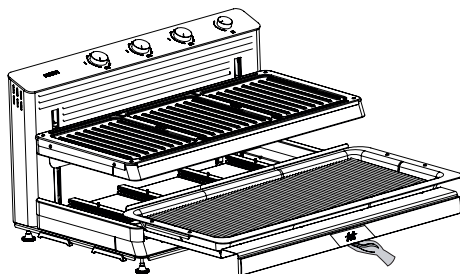
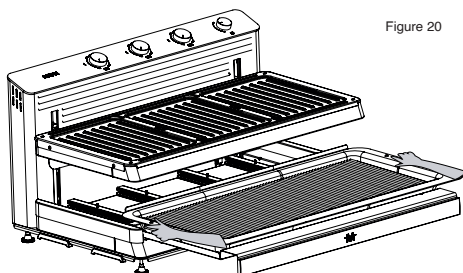

Figure 20
Figure 21
- Si vous ne prévoyez pas de poursuivre la cuisson une fois le processus terminé, placez les interrupteurs marche/arrêt situés à l'arrière de l'appareil en position (0) et débranchez la fiche secteur de la prise murale.
- Une fois le produit complètement refroidi, tirez-le vers vous à l'aide de la poignée (Figure 20) et retirez délicatement le plateau et la grille situés à l'intérieur du produit (Figure 21).